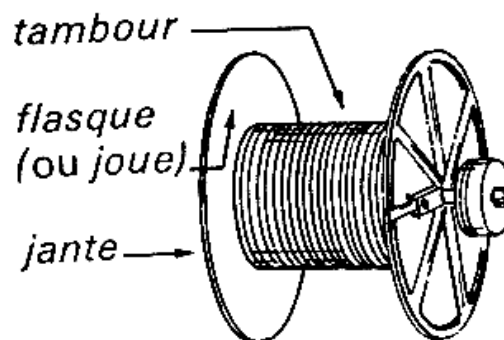

Figure 5.12 – touret
x) **touret** : (voir figure 5.12)